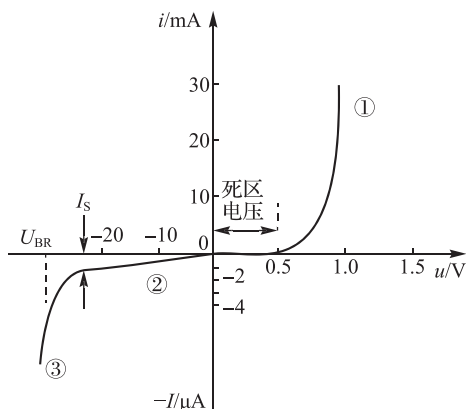

图 1-11 硅二极管的伏安特性
二极管的伏安特性如图 1-11 所示(以硅管为例),可分为以下三个部分。
由图 1-11 的第①段可见,在二极管的正向特性的起始部分,当外加正向电压较小时,外电场还不足以克服 PN 结内电场对多数载流子造成的阻力,因此,这时的正向电流几乎为零,二极管呈现很大的电阻,这个电流为零的范围称为死区,相应的电压称为死区电压。死区电压也称为门限电压或阈值电压。一般硅管的死区电压约为 0.5 V ,锗管的死区电压约为 0.1 V 。当外加正向电压大于死区电压后,内电场被削弱,正向电流迅速增加,二极管正向导通后,外加电压稍有增加,电流即有很大增加,这时二极管呈现的电阻很小。一般情况下,硅管的正向导通压降为 $0.6 \sim 0.8 \text{ V}$,典型值可取 0.7 V ;锗管的正向导通压降为 $0.2 \sim 0.4 \text{ V}$,典型值可取 0.3 V 。
二极管的反向特性对应图 1-11 中的第②段。二极管的 PN 结在反向电压作用下,由少数载流子漂移形成的反向电流很小,在反向电压不超过某一范围时,反向电流基本恒定,故通常称为反向饱和电流,此时二极管处于截止状态。在同样的温度下,硅管的反向电流比锗管小。正常情况下硅管的反向电流约为 $1 \mu\text{A}$ 至几十微安,锗管的反向电流可达几百微安。
当反向电压继续增加到某一值时,反向电流急剧增大,称为反向击穿,此时,二极管两端的反向电压几乎不变,该电压称为反向击穿电压,用 U_{BR} 表示。反向击穿特性对应图 1-11 中的第③段,反向击穿后二极管就失去了单向导电性。